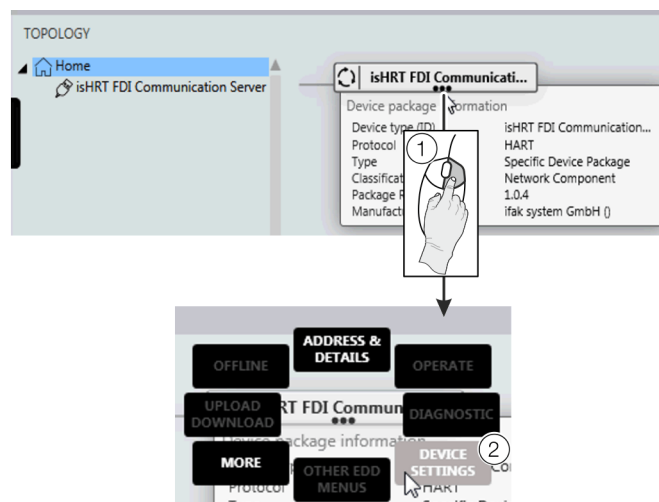

Abbildung 47: FIM – „Device Settings“ auswählen
6. Rechtsklick ① wie in **Abbildung 47** dargestellt.
7. "DEVICE SETTINGS" ② wie in **Abbildung 47** wählen.